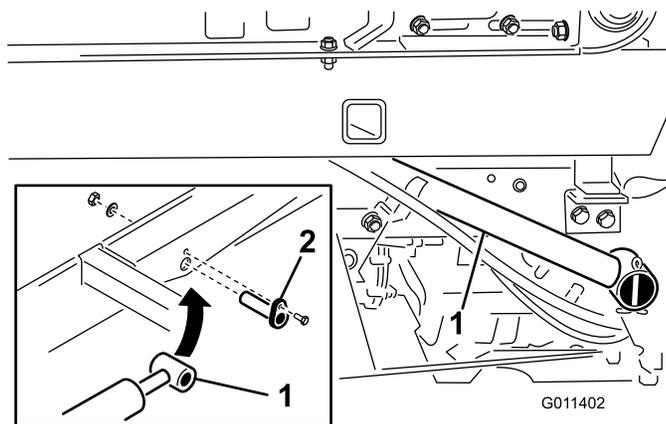

図 11
1. 各昇降シリンダのロッドの先端部をトップドレスのベースにピンで固定する (図 11)。
2. 各シリンダピンをトップドレスのベースに固定する; 1/4 x 3/4 インチ・キャップスクリュー、平ワッシャ、ナットを使用する (図 11)。